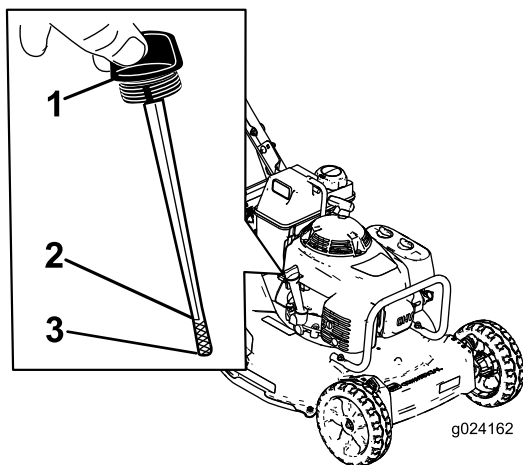

图7
每次使用之前确保油位介于量油尺上的“添加”和“已满”标记之间图7。
2. 清洁量油尺周围的区域 图7。